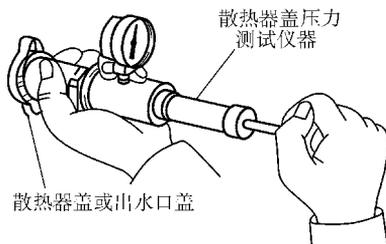

图 1-11 在散热器盖上连接压力测试仪器
散热器盖连接, 见图 1-11。利用测试仪上手动压力泵将冷却系统加压到 105kPa (散热器盖上蒸气阀开启压力为 126 ~ 137kPa), 然后保持 2min, 如 2min 内冷却系统压力保持不变, 说明冷却系统密封良好。
1) 拆下散热器盖, 用发动机冷却液浸湿散热器盖封口。然后按图 1-11 所示把压力测试仪器与散热器盖上的溢流管接口相连。断开燃油泵熔丝或继电器, 以防止淹缸。